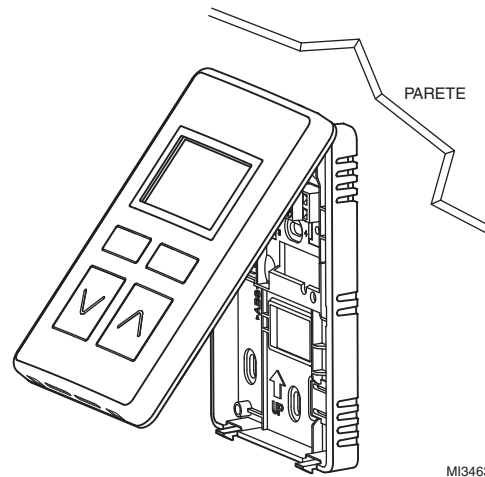

Fig. 8. Rimozione del pannello del modulo da parete dalla base.
Completato il cablaggio, agganciare il lato superiore e quindi girare verso il basso il pannello come se fosse una cerniera finché non si blocca con uno scatto. Vedere la Fig. 8.
3. Girare il pannello verso l'alto e staccarlo dalla base. Vedere la Fig. 8.